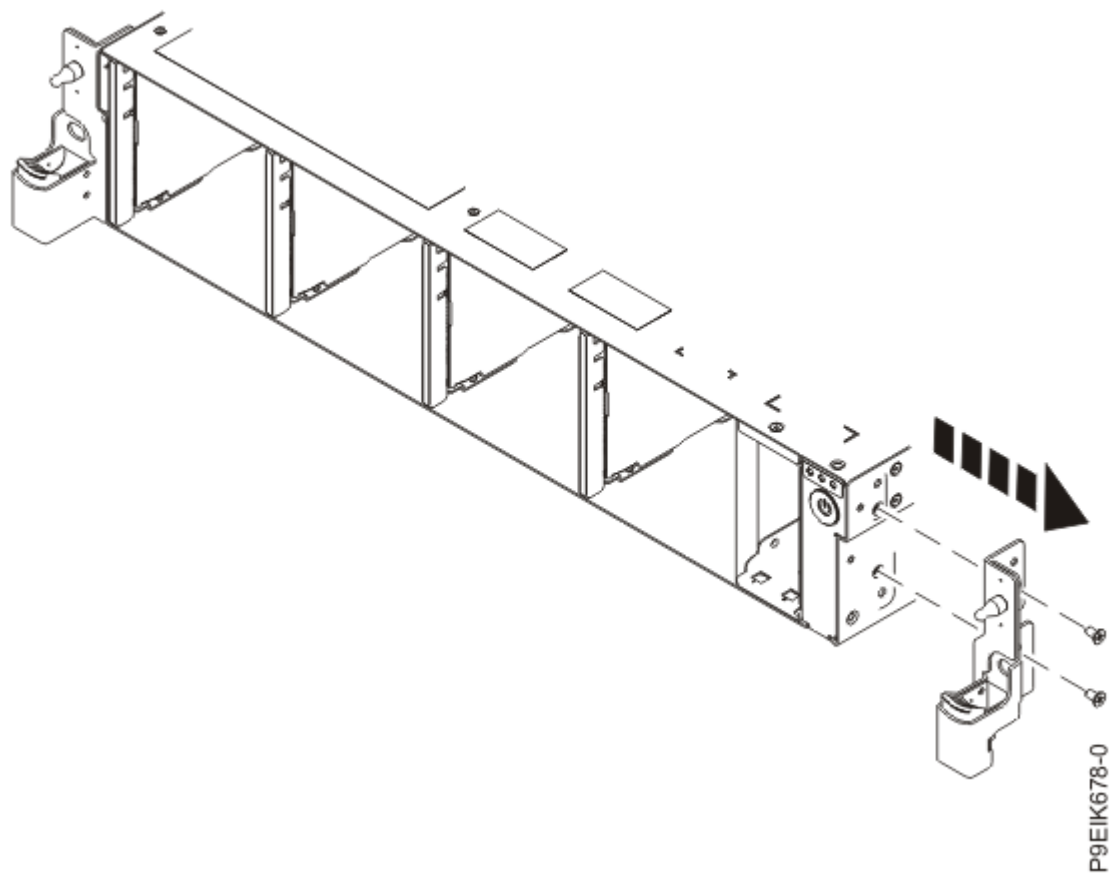

Figura 36. Extracción del soporte de instalación del bastidor
4. Extraiga el soporte de instalación del bastidor de la parte lateral del sistema, como se muestra en la Figura 36 en la página 52.